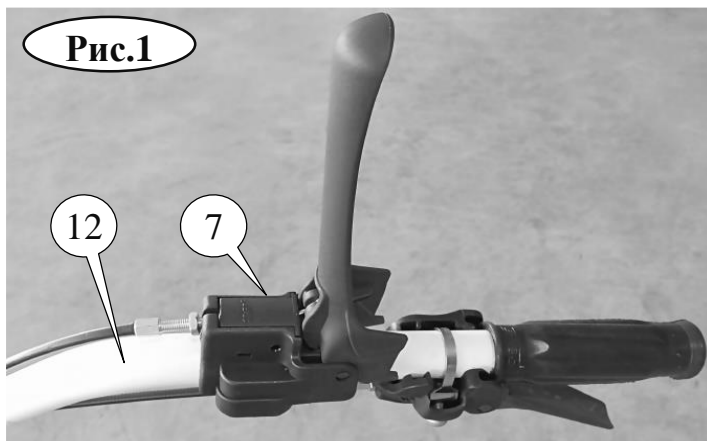

Рис.1
6.1.2. Установить ручку управления (7) на правую рукоятку руля (12) мотоблока. (см. **рис.1**)
Место установки рукоятки может отличаться от указанного на **рис.1**.